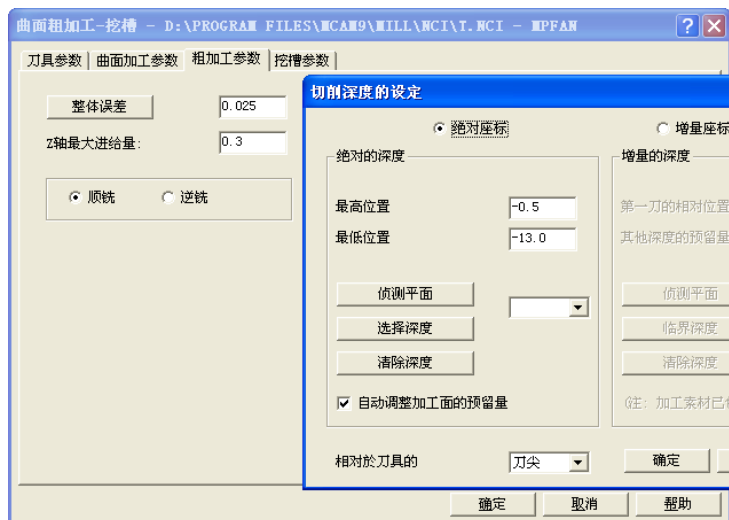
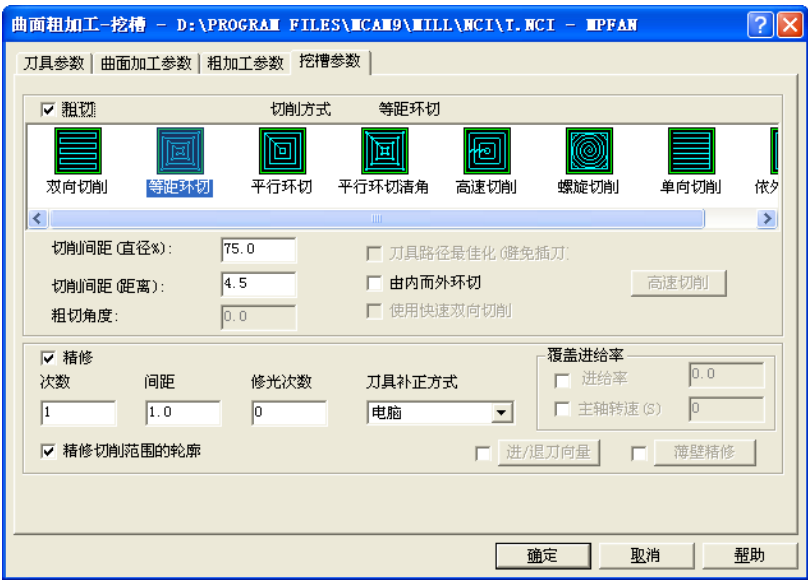

图 7-24 步骤 5) 粗加工参数
图 7-25 步骤 5) 挖槽参数
5) 将第 1 层设为当前层，关闭第 5 层。新建操作群组 D6，选择“曲面粗加工—挖槽”，从刀库中选择  $\phi 6$  平刀，在“刀具参数”选项卡中输入进给率：1500、下刀速率：750、提刀速率：2000、主轴转速：2500，勾选：喷油；在“曲面加工参数”选项卡中输入参考高度：30、进给下刀位置：3，点选“增量坐标”，勾选“快速提刀”，图形选择所有的曲面，切削范围选择 40×22 矩形，设定加工的曲面/实体预留量：0.2，刀具的切削范围点选“中”；在“粗加工参数”选项卡，输入 Z 轴最大进给量：0.3，单击“切削深度”，在“切削深度的设定”对话框中，点选“绝对坐标”，设定最高位置：-0.5、最低位置：-13.0，勾选“自动调整加工面的预留量”，其余参数均默认，如图 7-24 所示；在“挖槽参数”选项卡，选择“等距环切”，设定切削间距（直径%）：75.0，其余默认，如图 7-25 所示。